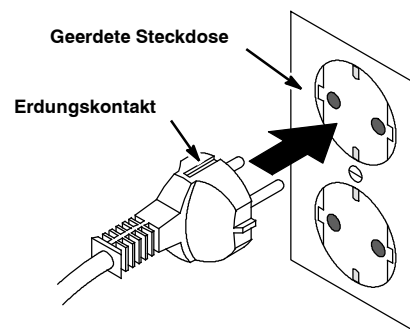

ABB. 5
2. Stecken Sie den Stecker des Netzkabels in eine geerdete Wandsteckdose (Abbildung 5).